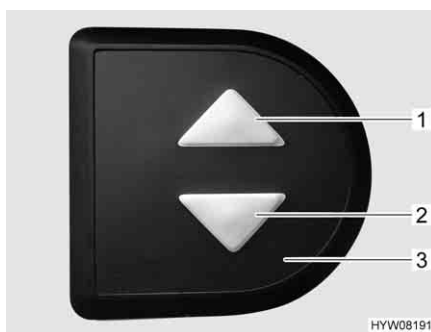

Fig. 93 Elemento di regolazione
- Sull'elemento di regolazione (Fig. 93,3) premere contemporaneamente i due tasti freccia (Fig. 93, 1 e 2) e tenerli premuti fino a quando il letto basculante non si è spostato completamente verso il basso. Una volta rilasciati i tasti viene emesso un segnale acustico di conferma.
- Sull'elemento di regolazione (Fig. 93,3) premere il tasto freccia inferiore (Fig. 93,2) e tenerlo premuto fino a quando il letto basculante non ha raggiunto la posizione finale in basso.
- Sull'elemento di regolazione (Fig. 93,3) premere il tasto freccia superiore (Fig. 93,1) e tenerlo premuto fino a quando il letto basculante non ha raggiunto la posizione finale in alto.
- Portare leggermente il letto basculante con i tasti freccia (Fig. 93,1 o 2) nella direzione opposta.